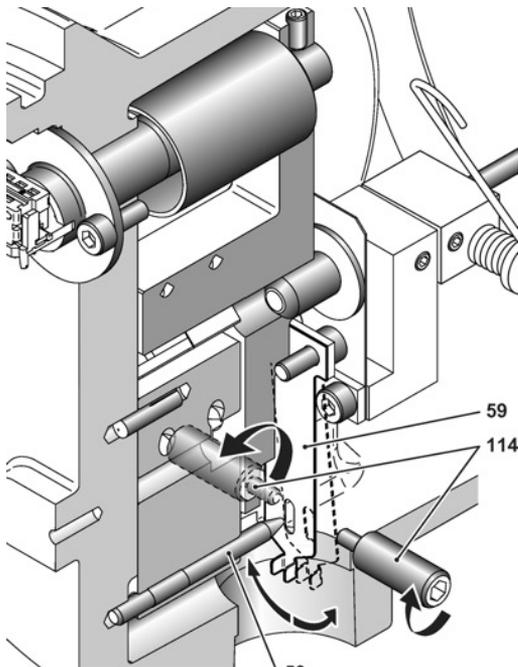

Figura 18 – Calibración con tornillos de ajuste
- Abra el tapón de acceso (107) en el costado derecho de la caja para observar el mecanismo de simulación. Extraiga el tapón de seguridad azul (190) y los dos tapones de 1/8" NPT (115). Utilice una llave hexagonal de 5 mm.
- Simule variaciones de nivel moviendo el elemento flexible (59) en la dirección del tubo de torsión hasta que el elemento flexible toque el tornillo pasador de ajuste (114).
- Mientras mantiene el contacto, deslice el elemento flexible a izquierda o derecha a lo largo de la superficie del pilar del tornillo pasador (figura 18) para simular los valores inferiores y superiores de los fluidos de proceso.